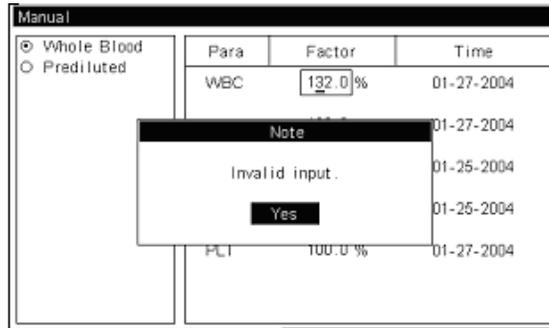

Рисунок 9-11 Активированные поля редактирования
2. Нажмите [F2], чтобы активировать поля редактирования, как отображено на **рис. 9-11**.